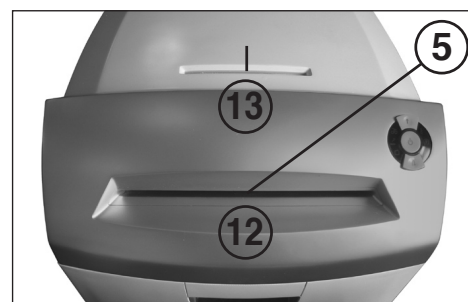

Fig. 3
**5 = Fotocelle (fremoverkjøring) (fig. 3)**
**12 = Innmatingstrakt for papir (fig. 3)**
**13 = Sikkerhets-innmatingstrakt (fig. 3)**
Tilfør skjæreverket **papir** gjennom innmatingstrakten for papiret (12) (fig. 3).
Tilfør skjæreverket **databærere** (CD, DVD eller kredittkort) enkeltvis gjennom den separat plasserte sikkerhets-innmatingstrakten (13) (fig. 3).